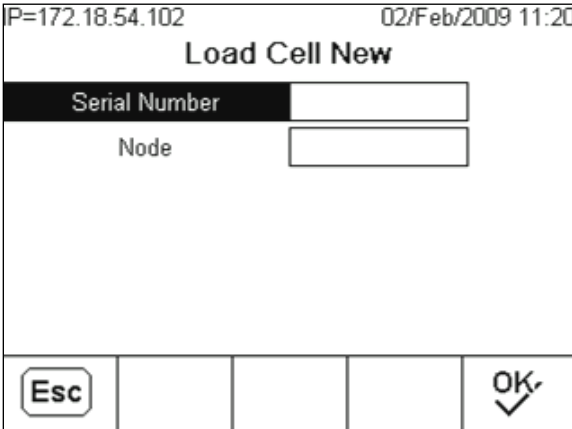

Figura 3-18: Schermata dell'assegnazione dell'indirizzo manuale nuova cella di carico, PDX
- Per assegnare un indirizzo a una cella appena aggiunta nella rete, premere il soffkey NUOVO  dalla schermata di visualizzazione delle celle di carico. Inserire il numero di serie e l'indirizzo del nodo della cella nelle apposite caselle di immissione nella schermata Load Cell New (Nuova cella di carico) (Figura 3-18) e premere il soffkey OK per completare l'assegnazione dell'indirizzo della nuova cella.